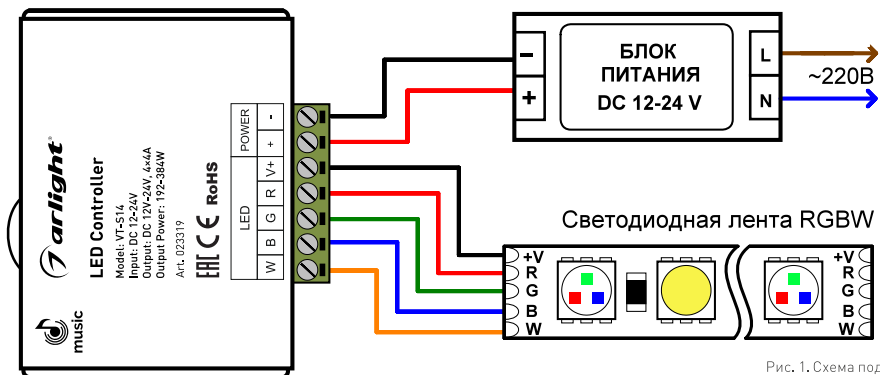

Рис. 1. Схема подключения.
- 3.4. Подключите светодиодную ленту или другой светодиодный источник света к выходу LED контроллера, соблюдая полярность и порядок подключения проводов RGBW (Рис. 1).